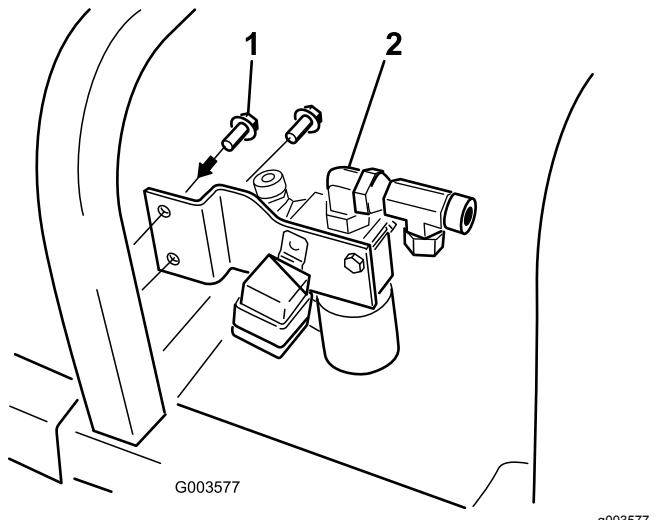

図 13
7. タップねじ $9/32 \times \frac{3}{4}$ インチ2本を使用して、機体フレームにバルブブラケットを取り付ける。 図 13を参照のこと。